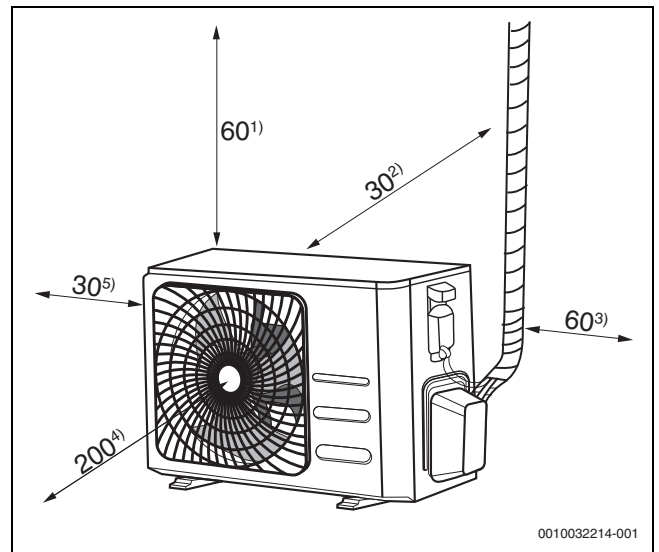

Bild 3 Mindestabstände Außeneinheit (Maße in cm)
- Die Mindestabstände zu Wänden und anderen Hindernissen müssen für eine gute Luftzirkulation sichergestellt sein (→ Bild 3).